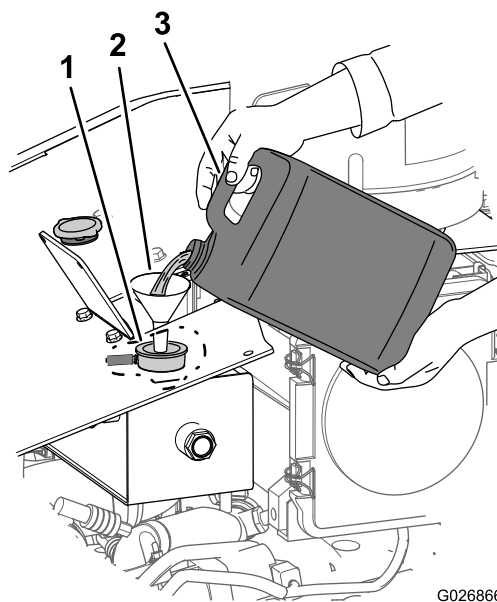

Figure 105
2. Remplissez le circuit de refroidissement du mélange spécifié (Figure 105) jusqu'à ce que le niveau de liquide soit à mi-hauteur du regard de niveau (Figure 98).